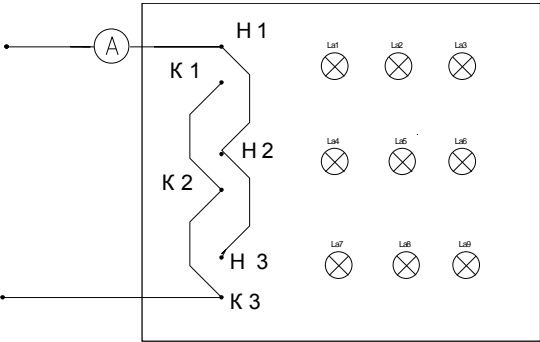

Рисунок 2.Схема параллельного соединения приёмников
4. Сделать вывод. Ознакомиться со схемой параллельного соединения приемников (рис.2). Собрать схему, проверить правильность включения.